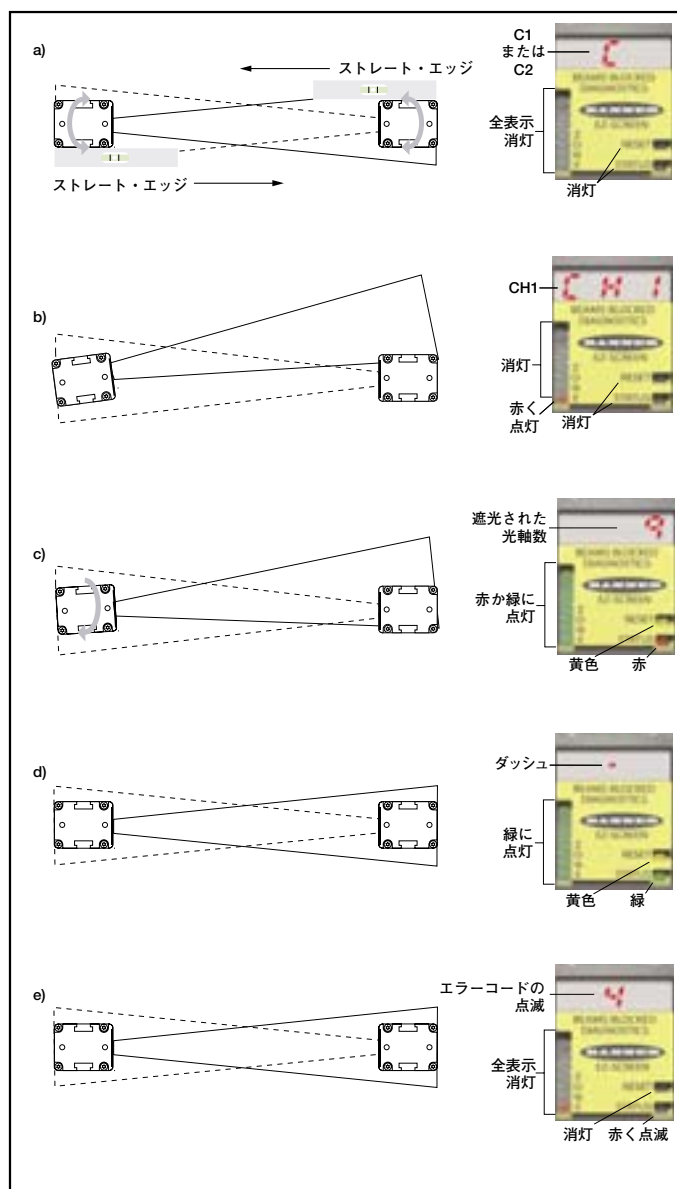

Fig.3-11 最適な光学的アライメント
**アライメントを最適化してエクセスゲインを最大にするには**、センサの取り付けねじ(4つ)を少し緩め、片方のセンサを左右に回転させて、ステータス表示が赤く点灯する位置(遮光状態)に印をつけます。もう片方のセンサも同様に繰り返してください(Fig. 3-11参照)。各センサをそれら2つの位置の間とし、エンドキャップのねじを固定してください。ねじを締めつけるとき投受光器が動かないようご注意ください。センサのレンズは、お互いにまっすぐ向かい合います。光学的アライメントが最適になったら、システム設定(セクション3.4.2)を行ってください。
- a. 投光器が互いに真正面に向かい合っているか確認します。直定規(例えば、レベル)はセンサが向かい合っているかを確認できます(Fig. 3-11)。センサの前面は、光軸に対して垂直な方向でなければなりません。